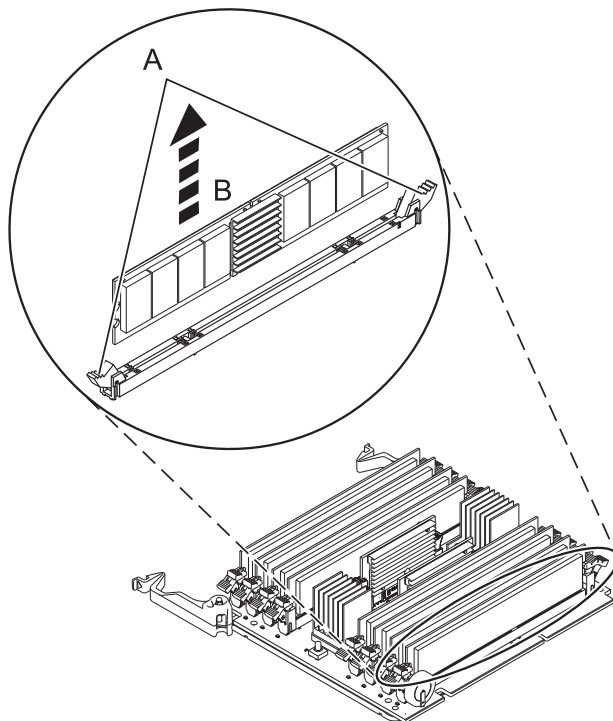

図 16. メモリー・モジュールの取り外し
9. 34 ページの図 16 に示すように、ロックング・タブ (A) を押して開き、メモリー・モジュールのロックを解除します。メモリー・モジュール (B) を持ち上げて、コネクタの外に出します。このタブ操作で、メモリー・モジュールがコネクタの外に押し出されます。